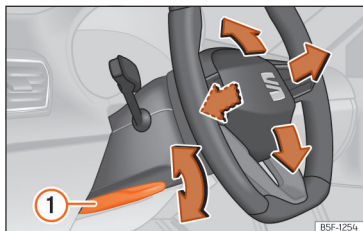

Abb. 91 Hebel auf der linken unteren Seite der Lenksäule.
- Hebel >>> **[Abb. 91]** ① nach unten schwenken, Lenkrad in die gewünschte Position bringen und Hebel wieder bis zum Schließpunkt nach oben drücken.
- Den Hebel >>> **[Abb. 91]** ① nach dem Einstellen immer fest nach oben schwenken, damit das Lenkrad während der Fahrt nicht unbeabsichtigt seine Position verändert.